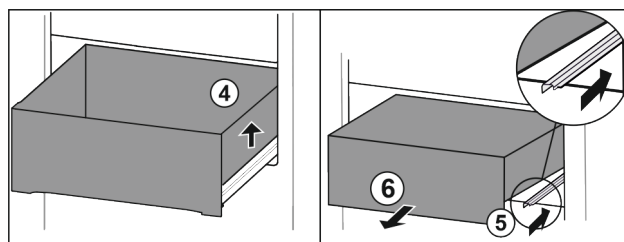

Fig. 107
- Ngrini lart sirtarin djathtas. Fig. 107 (4)
- Shtyni brenda shinën e djathtë. Fig. 107 (5)
- Hiqni sirtarin nga përpara. Fig. 107 (6)